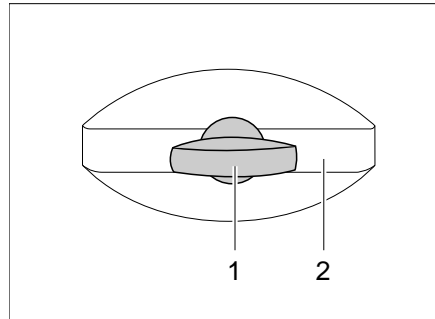

Bild 46 Klappenschloss, ellipsenförmig, verschlossen
- Schlüssel in Schließzylinder (Bild 46,1) stecken und eine viertel Umdrehung entgegen dem Uhrzeigersinn drehen. Schlossgriff (Bild 46,2) schnappt heraus.